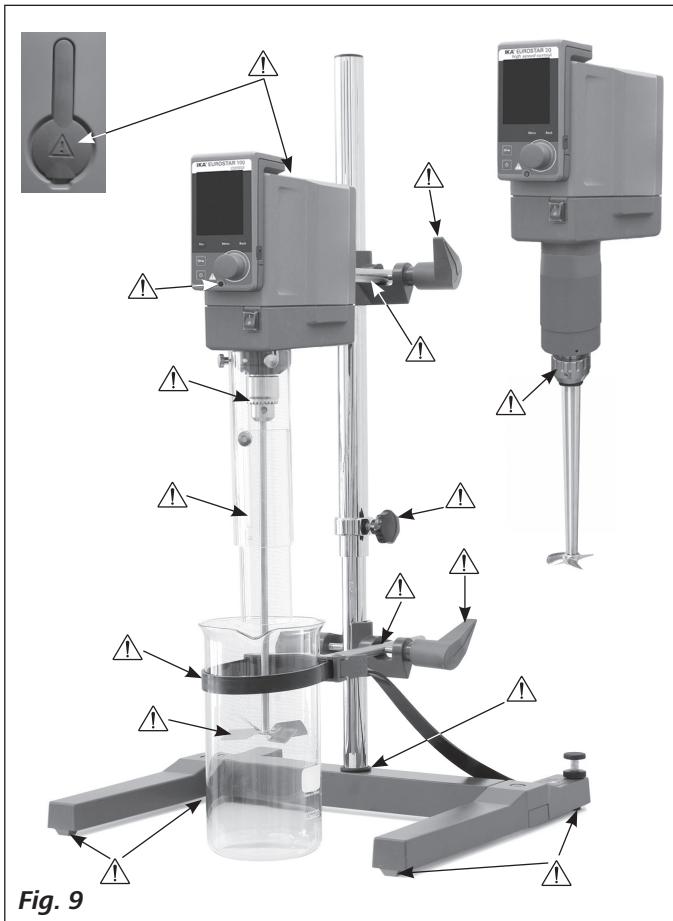

Fig. 9
**GEFAHR** Beachten Sie die in **Fig. 9** dargestellten Gefahrenstellen.